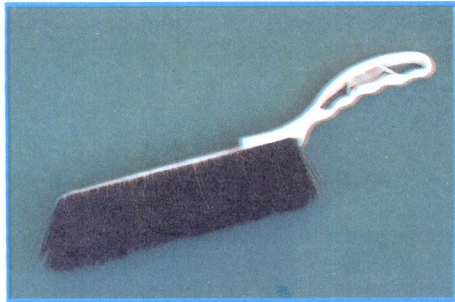

Figura 37 - Escova de pêlos para limpeza da bancada.
3) Escova de pêlo para limpeza de superfícies grandes, principalmente bancada, móveis de madeira, etc. Na **figura 37**, mostramos a escova de pêlo.